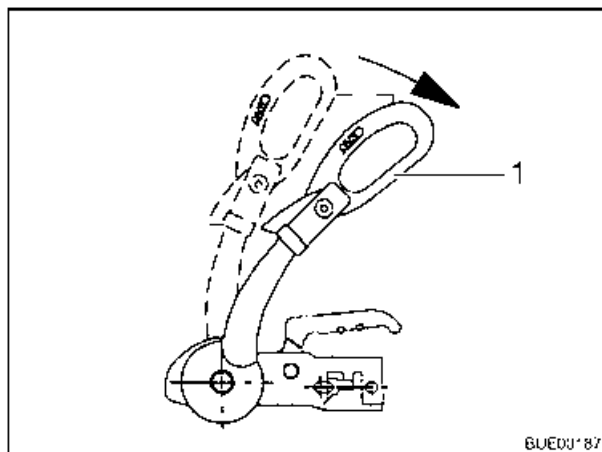

Fig. 99 Maniglia di stabilizzazione
- Aprire la maniglia di stabilizzazione (Fig. 99,1).